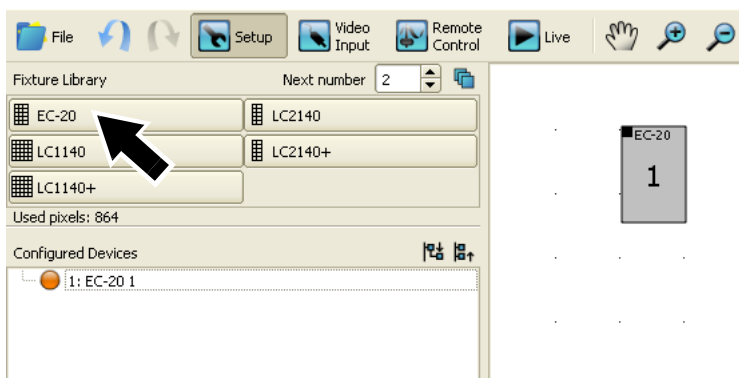

Рисунок 10: Fixture Library в Setup
3. См. рисунок 10. Нажать на тип панели в **Fixture Library (Библиотека устройств)**, отмечена стрелкой, который соответствует панели, которую требуется поставить в положение 1 в установке.
5. См. рисунок 10. Панель будет помещена на рабочую область на экранной установке, и на ней будет отметка адреса экрана 1 в центре значка панели.